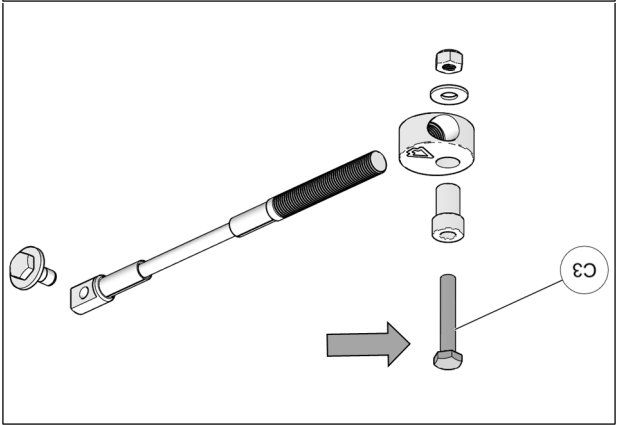

Fig. 17
5. Retirer les deux boulons M10 (C3) des ensembles limiteur de conduite et insérer un boulon dans chacun des ancrages de suspension comme montré à la Fig. 17